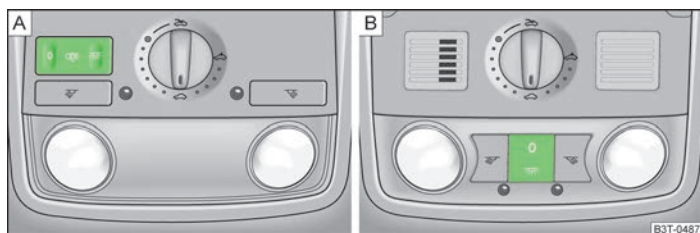

Fig. 37 Luz interior delantera
- Pulsar el conmutador en la posición del símbolo » fig. 37.
- Poner el conmutador en la posición central. En vehículos sin vigilancia del habitáculo la posición central está señalizada con el símbolo » fig. 37 - [A].